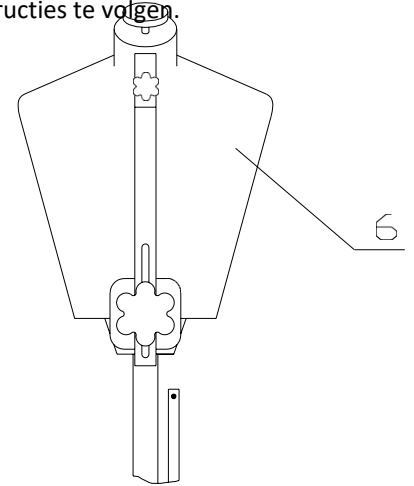

Fig. 10
B) Om de bustekleding te vervangen **6**, maakt u het elastiek aan de achterkant van de bekleding los, opent u de onderste zoom en verwijdert u de bekleding door deze naar boven toe af te nemen. Breng het nieuwe overtrek aan en knoop het onderste elastiek vast om het stevig vast te houden (**fig.10**)